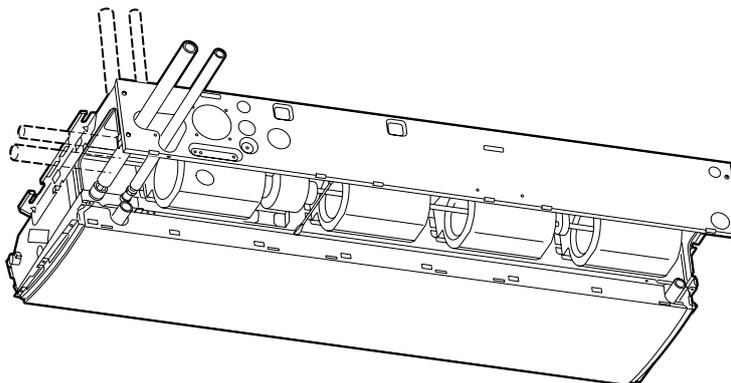

Abb. 3-130b
- \* Wenn der Ablaufschlauch durch die linke Seite geführt wird, sich auf Abb. 3-130b beziehen, dann zum Installieren des Schlauchs die obigen Anweisungen ausführen. Den vorher herausgenommenen Gummistopfen wieder an der rechten Seite anbringen. Der Gummistopfen kann problemlos mit einem Schraubendreher oder einem ähnlichen Werkzeug in die Ablauföffnung der Haupteinheit hineingedrückt werden. Dabei den Gummistopfen bis zum Anschlag in die Ablauföffnung der Haupteinheit drücken.